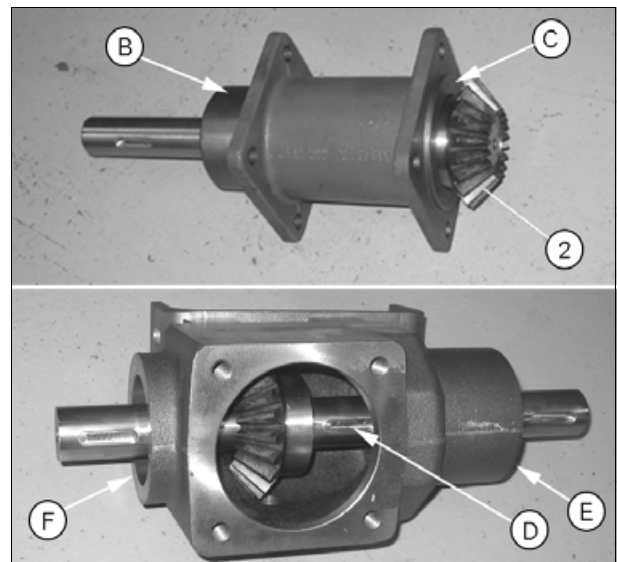

Рис. 5.
- Установите зубчатое колесо на вал перед запрессовкой вала в корпус редуктора рис. 5.
- После запрессовки вала в корпус, установите прокладки (G) и шпонку (H) перед закреплением колеса на валу.
- При помощи двух кернелей (J) зафиксируйте зубчатое колесо во избежание проскальзывания при сборке стакана и корпуса редуктора.